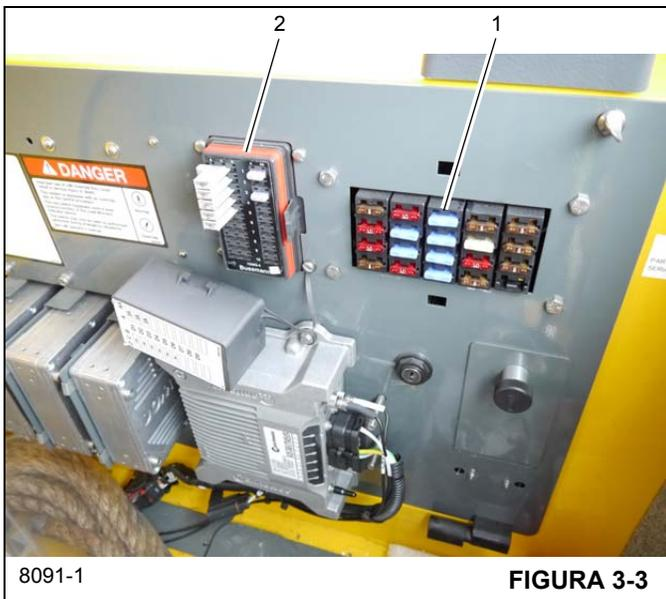

FIGURA 3-3
Os fusíveis se encontram atrás do assento na cabine (1) (Figura 3-3). No painel de fusíveis da caixa de baterias (3) (Figura 3-4) e na caixa de baterias (4).